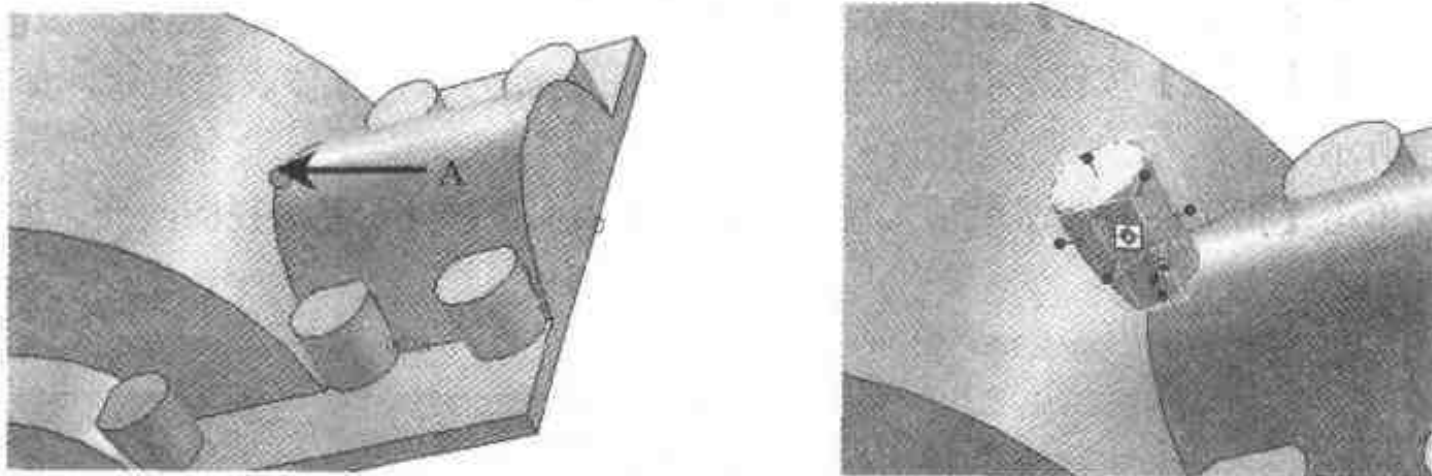

图 2.16 添加图素
- (7) 从【图素】设计元素库中向如图 2.16 所示绿色高亮点 A 处拖入一个【圆柱体】智能图素，结果如图 2.16 右图所示。